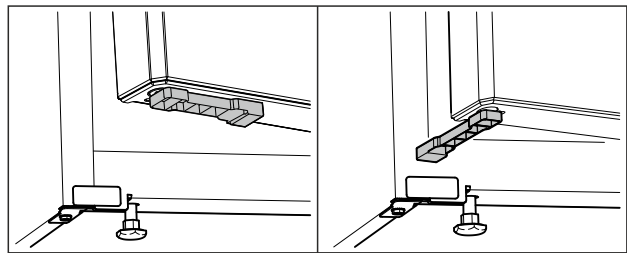

Fig. 69 *
- Türabstandshalter um 90° drehen. (siehe Fig. 69) *